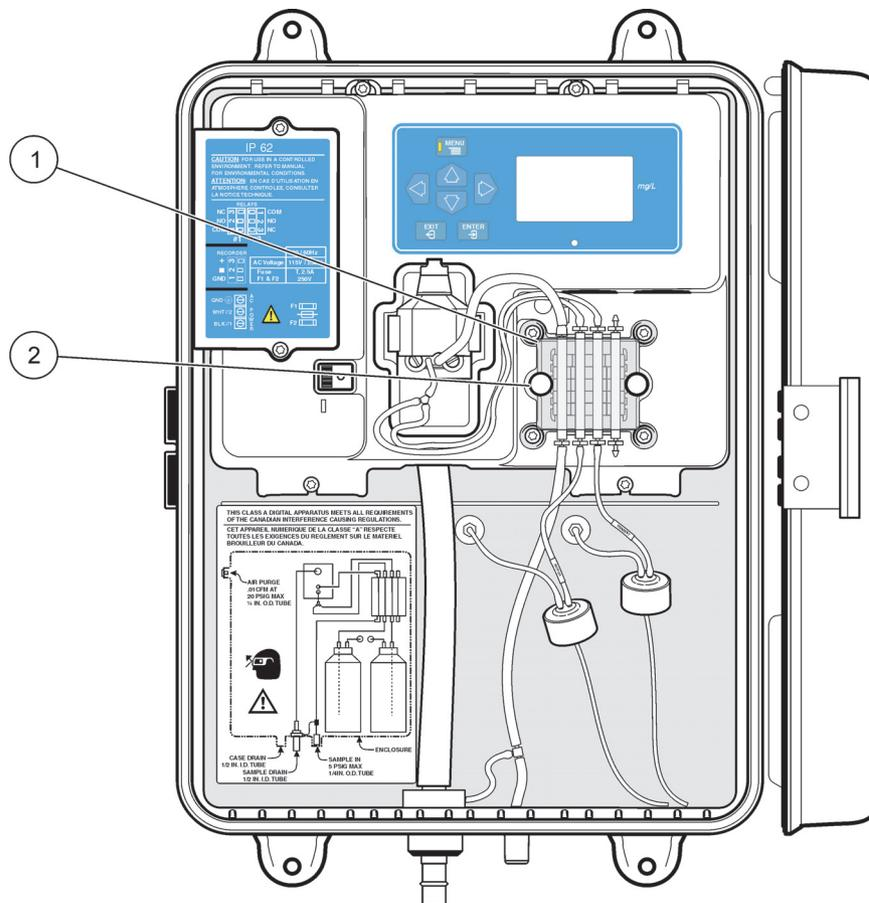

Abbildung 18 Ausrichten der Klemmplatte an Pumpe/Ventil
3.3 Richten Sie die Klemmplatte und das Pumpen-/Ventil-Modul aufeinander aus (siehe **Abbildung 18**).